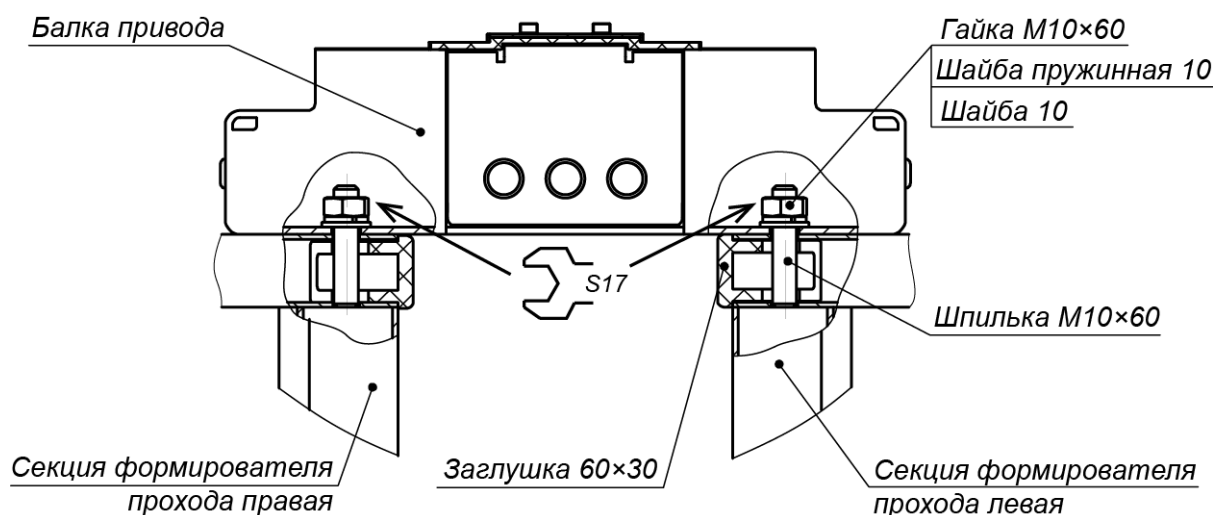

Рисунок 15. Крепление балки привода (8) к секциям (6) формирователя прохода
- Закрепите балку привода на секциях (6) формирователя прохода двумя гайками M10 с шайбами (см. рис. 15), накрутив их на шпильки с помощью торцового ключа S17. Затяжка гаек предварительная, для возможности регулировки положения.